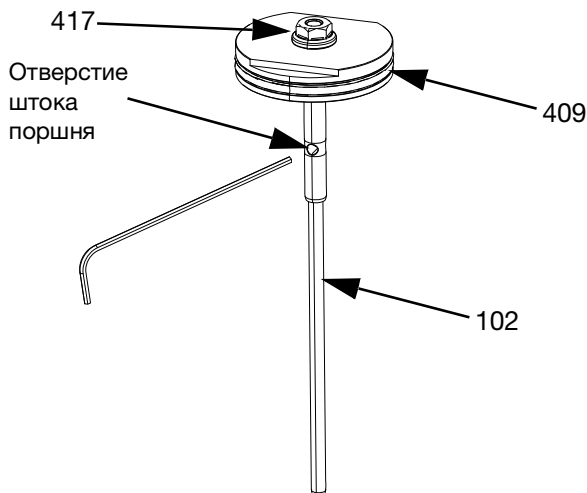

Рис. 20
- б. Зажмите шлицы поршня (409) в тисках таким образом, чтобы шток поршня был направлен вверх. Открутите шток поршня (410) от поршня (409).
- с. Убедитесь в отсутствии повреждений поршня (409), штока поршня (410). При необходимости замените.
7. При использовании клапана с уплотнением (Рис. 20):
- а. Вставьте шестигранный ключ в отверстие на сопле в сборе (102), отвинтите гайку (417) при помощи гаечного ключа на 7 мм.
- b. Зажмите шлицы поршня (409) в тисках таким образом, чтобы шток поршня был направлен вверх. Отвинтите сопло в сборе (102) от поршня (409).
- c. Убедитесь в отсутствии повреждений поршня (409) и сопла в сборе (102). При необходимости замените его.